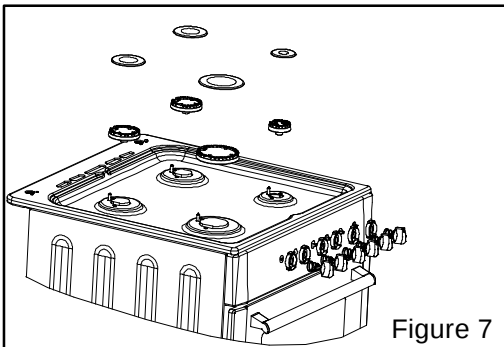

Figure 7
Le technicien devra tout d'abord vérifier le réglage gaz de votre cuisinière. Si elle est livrée en gaz naturel, il devra changer les injecteurs (voir ci-dessous) pour la rendre utilisable en gaz butane. L'installation doit être faite avec un tuyau gaz spécifique butane/propane vendu avec 2 colliers, l'embout gaz butane avec le joint sera installé sur la cuisinière, le tuyau sera enfoncé à fond sur cet embout et un collier sera installé en serrant correctement, mais sans couper le tuyau. Faire de même coté détendeur (voir fig. 7).
- Retirez le chapeau de brûleur + le brûleur supérieur. (voir fig.7)